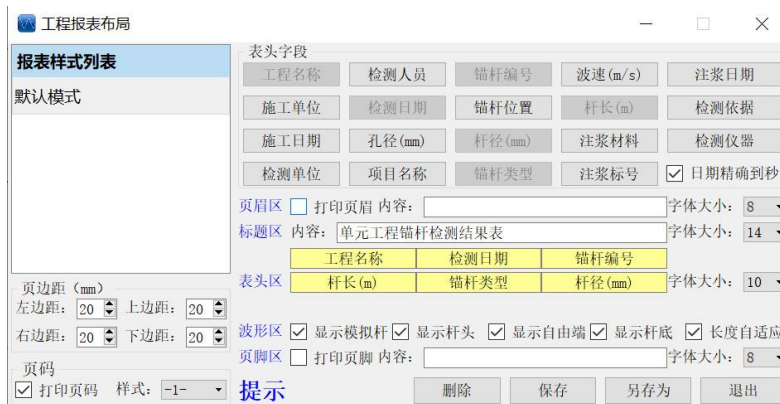

图 4-5 报表设置
- 报表设置：点击【报表设置】，可对导出的 Word 报表进行设置，如图 4-5 所示。双击表头区内容（黄色区域）可以删除报表表头中显示信息，移动表头字段内容到表头区，可添加报表表头信息。